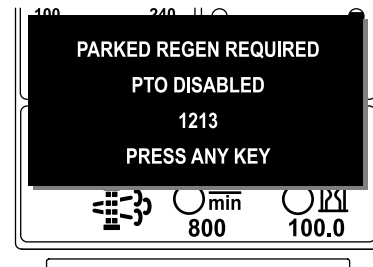

Bild 48
- Wenn Sie eine geparkte Regenerierung nicht innerhalb von zwei Stunden durchführen, wird im InfoCenter „Parked regeneration required – power takeoff disabled (Geparkte Regenerierung erforderlich – Zapfwelle deaktiviert) ADVISORY #1213 angezeigt (Bild 48).